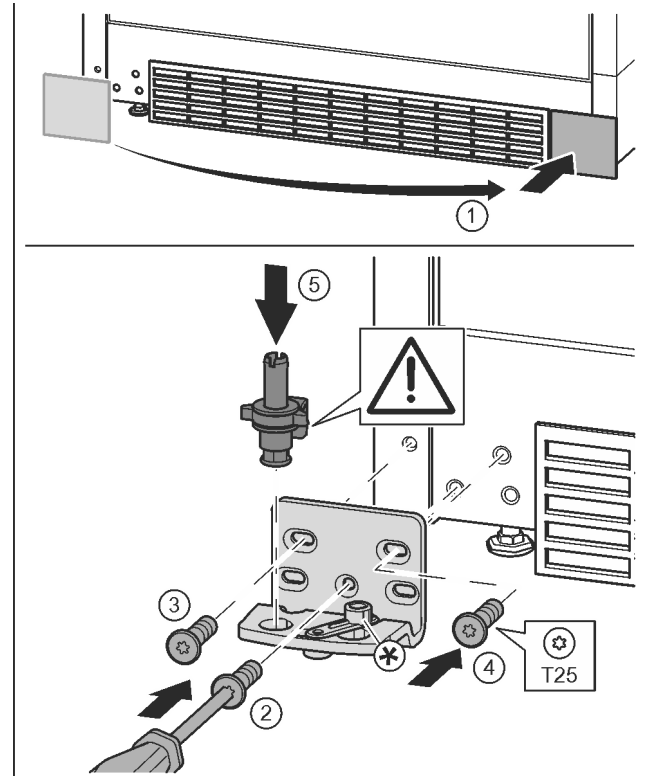

Fig. 17
- ▶ Vegye le a fedelet, és szerelje fel a másik oldalra. Fig. 17 (1)
- ▶ A másik oldalra helyezze fel a csapágybakot, és egy T25 csavarhúzóval húzza meg. Középen az alsó 2 csavarral kezdjen. Fig. 17 (2)
- ▶ Húzza meg a 3 és 4 csavart. Fig. 17 (3, 4)
- ▶ Helyezze be a teljes csapszeget. Ügyeljen közben arra, hogy a bekattanó bütyök hátrafelé mutasson. Fig. 17 (5)